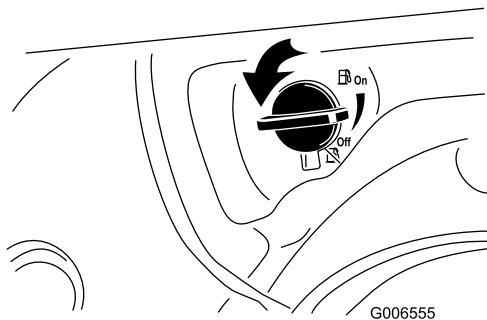

Figure 25
2. Ouvrez le robinet de carburant en le tournant de 1/4 de tour dans le sens anti-horaire (Figure 25).